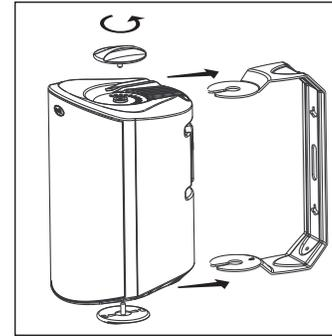

FIGURA 14: Girare le manopole della staffa per rimuovere quest'ultima.
12. Fissare il diffusore alla staffa facendolo scorrere tra i bracci di quest'ultima. Le superfici inclinate allargano leggermente la staffa e ne guidano le estremità sui risalti filettati. Un sistema a cricchetto mantiene il diffusore in sede e consente di orientarlo [Figura 14].